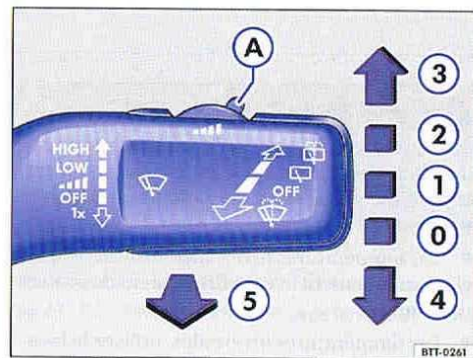

Fig. 62 Commande de l'essuie-glace du pare-brise.
- Appuyez brièvement vers le bas sur le levier d'essuie-glace ⇒ page 96, fig. 62 (A).